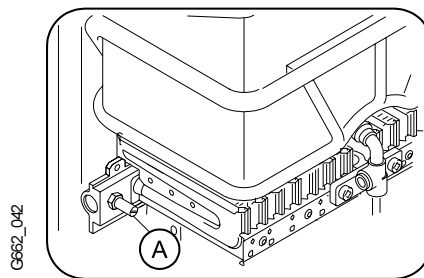

Fig. 6
- Regolare il massimo del gas con un metodo adeguato, vedere dati tecnici (punto 1.8): in linea di massima si può utilizzare il metodo della pressione al bruciatore, come indicato in fig. 6 e 7, oppure quello della pressione
- Allentare la vite della presa di pressione (A) del bruciatore (fig. 6) e collegare il tubo flessibile del manometro.